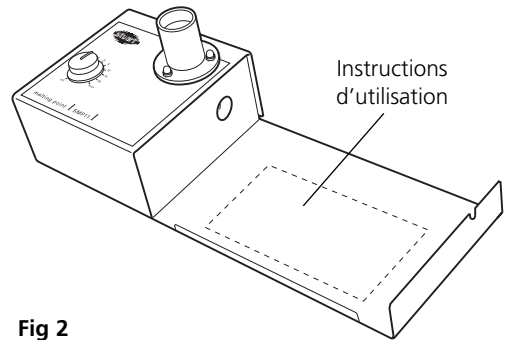

Fig 2
2. (Première utilisation uniquement) Lorsque l'appareil est déballé, choisir l'étiquette d'instructions adhésive appropriée parmi le choix de langues. Décoller l'arrière et coller l'étiquette sur la grande zone métallique creuse du côté droit du SMP11 (voir Fig. 2). Appliquer délicatement l'étiquette à l'aide d'un objet plat pour lisser et chasser les bulles d'air.